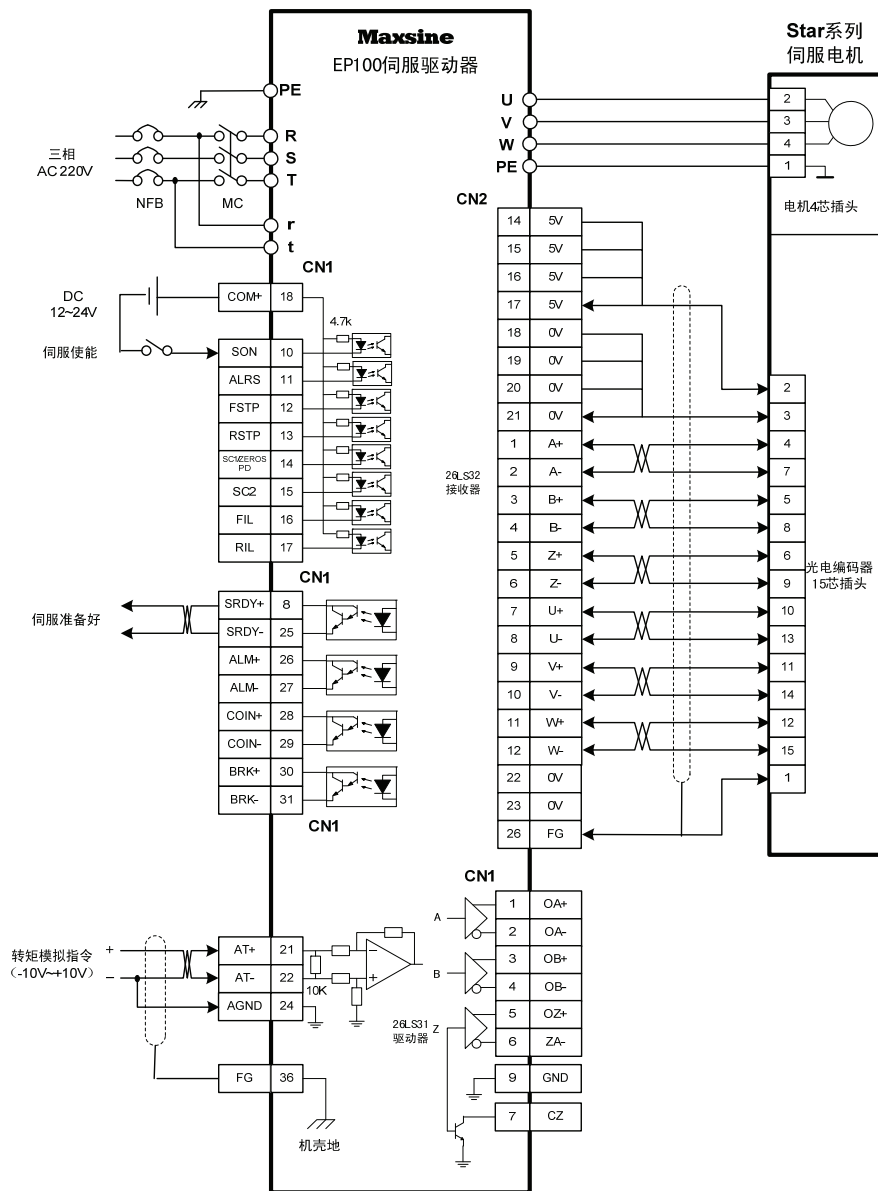

图 7.10 转矩控制方式的简单接线图
- 按图 7.10 接线，主电路端子，三相 AC 220V 接 R、S、T 端子。